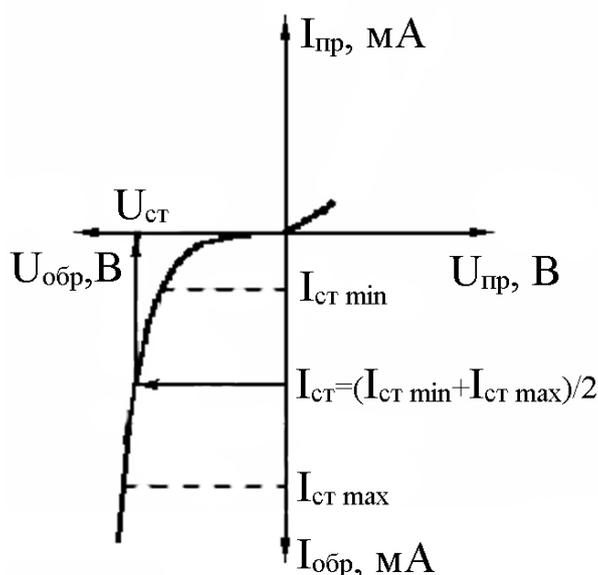

Рис. 5. Определение напряжения стабилизации $U_{ст}$ из ВАХ стабилизатора
7. По полученным данным построить два графика – обратную ветвь вольт-амперных характеристик 1-го стабилитрона и последовательного соединения 2-го и 3-го стабилитронов, откладывая по оси абсцисс влево от начала координат обратное напряжение, а по оси ординат вниз – обратный ток (рис. 5). Из полученных графиков определить величины $I_{ст}$ по формуле (1) и $U_{ст}$, как показано на рис.5, данные занести в таблицу 5.